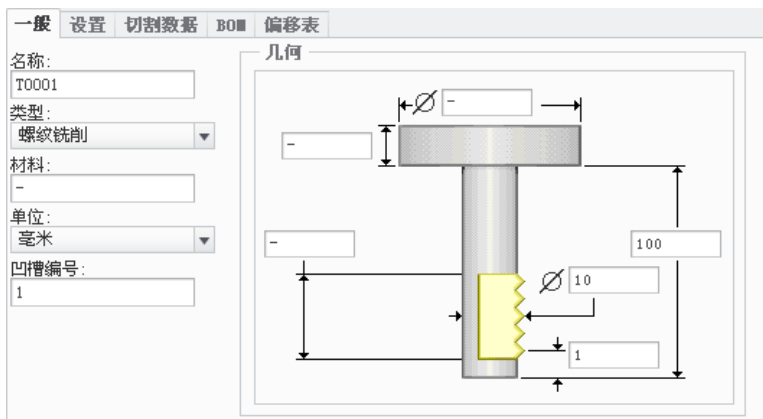

图 19.3.50 设定刀具一般参数
Step3. 在弹出的“刀具设定”对话框的一般选项卡中设置图 19.3.50 所示的刀具参数，设置完毕后依次单击应用和确定按钮，返回到“铣削：螺纹铣削”操控板。